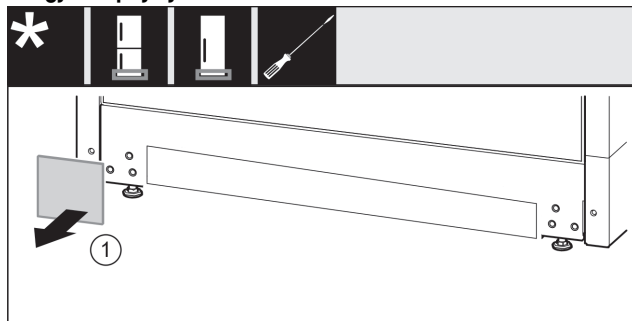

Fig. 24
- ▶ Hiqni kapakun mbulues. Fig. 24 (1)